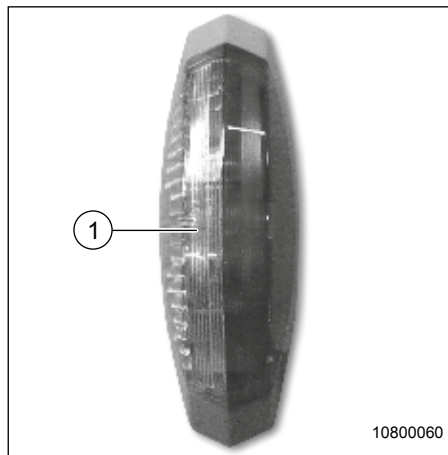

Fig. 130 Feu de position
1. Soulever prudemment le cache (Fig. 130, pos. 1) du feu de position avec un tournevis fin.
2. Enlever le cache (Fig. 130, pos. 1) et remplacer l'ampoule (Fig. 120, pos. 3)